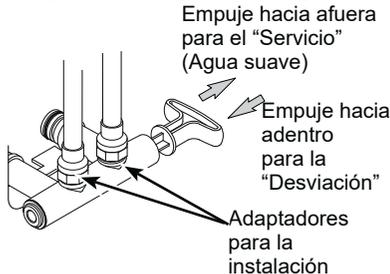
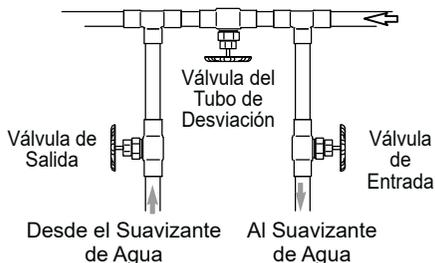
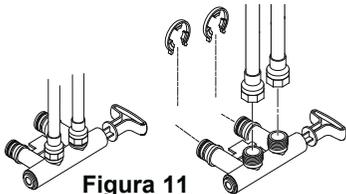

Figura 4
Figura 5
Figura 11
Siempre instale una válvula de desviación simple (provista), como se muestra en la Figura 4, o, si lo desea, puede adquirir y ensamblar piezas para un sistema de desviación de 3 válvulas (no incluido), como se muestra en la Figura 5. Las válvulas de desviación le permiten cerrar el agua en el suavizante para el mantenimiento si es necesario, pero aún tener agua en las tuberías de la casa.
Si instala un sistema de desviación de 3 válvulas (Figura 5), la continuidad eléctrica se podrá mantener. Si instala la válvula de desviación no metálica (Figura 11), consulte la sección de Instalación del Cable a Tierra antes de cortar la tubería.
- Válvula de desviación simple (Figura 4): Lentamente mueva el vástago de la válvula hacia "servicio", haciendo varias pausas para permitir que el suavizante de agua se llene de agua.
- Desviación de 3 válvulas (Figura 5): Cierre totalmente la válvula de desviación y abra la válvula de salida.